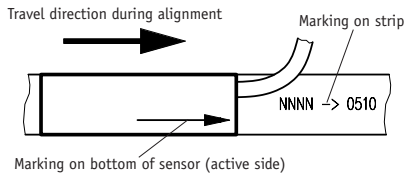

Fig. 1: Sensor alignment
- Der Sensor ist mit der aktiven Seite vom Band abgewandt montiert (s. Abb. 1).
The magnetic sensor must be correctly aligned relative to the magnetic strip. Arrows on the sensor must point in the same direction as the arrows on the magnetic strip (fig. 1).